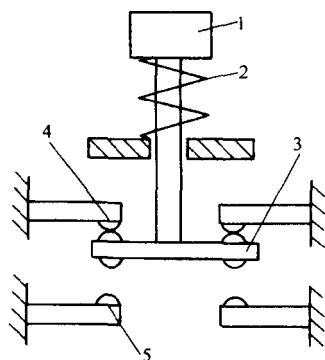

图 1-6 按钮结构示意图
(1) 按钮的结构 按钮的结构如图 1-6 所示，由按钮帽、复位弹簧、桥式触点和外壳组成。按钮的图形符号和文字符号见图 1-7。